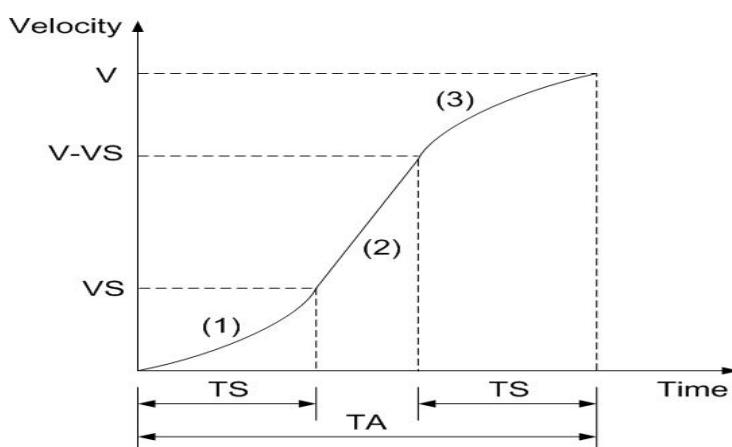

Fig.0-19 局部的 S-曲線加減速
局部的 S-曲線由三個部份組成((1), (2), (3) in Fig. 0-19): 一個直線和兩個 S-曲線，曲線(1)和(3)部份是 S-曲線加速，(2)是直線加速是直線加速部份，整個運動的時間定義為 TA，而直線加速的時間是 $TA - (2 \times TS)$ 。